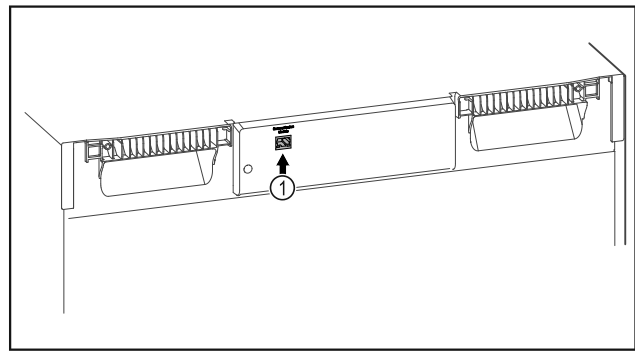

Fig. 120
- SmartModule Fig. 120 (1) встановлено.